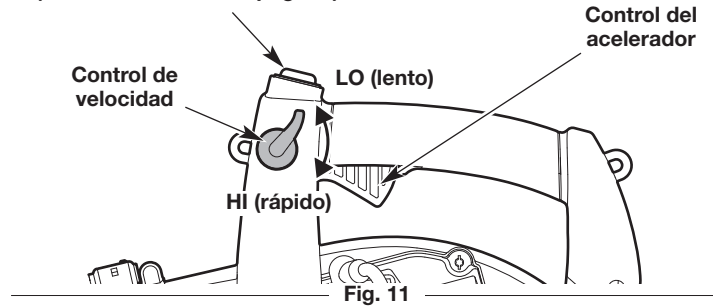

Fig. 11
NOTA: No es necesario encender la unidad. El interruptor de encendido/apagado está en la posición **Encendido (I)** en todo momento (Fig. 11).
4. Apriete y mantenga oprimido el control del acelerador o mueva el control de crucero a la posición **HI (rápido)** (Fig. 11).
NOTA: Continúe **APRETANDO** y **MANTENGA APRETADO** el control del acelerador o mantenga el control de crucero en la posición **HI (rápida)** para **TODOS** los pasos subsiguientes (Fig. 11).
2. Oprima y mantenga apretado el interruptor de encendido/apagado en la posición **Apagado (O)** hasta que el motor se pare por completo (Fig. 11).
- Use el control de velocidad para facilitar la operación continua (Fig. 11).